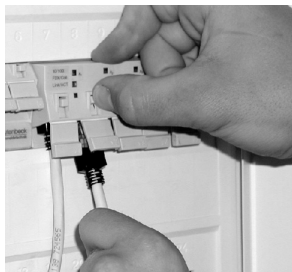

Figure 3
- 2 Pour débrancher le câble des prises, pressez d'abord le bouton de déverrouillage se trouvant au-dessus de la prise correspondante et faites sortir le connecteur en tirant (voir la figure 3).